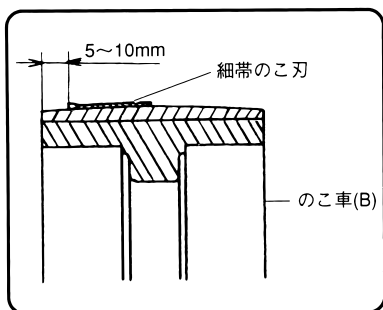

図 29
③ この車(B)を左方向と右方向へ交互に手で回しながら、帯のこ刃出入り調整ノブで帯のこ刃が図29の位置に安定するよう調整します。
④ 帯のこ刃張り調整ハンドルを回し、目盛針を張り位置指示中央に張ります。